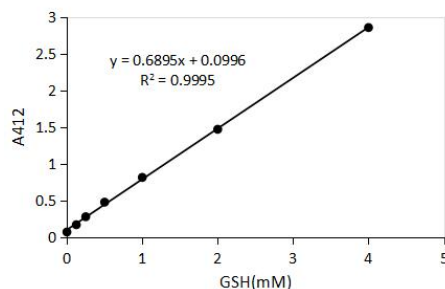

图 2. 蛋白质半胱氨酸检测试剂盒(DTNB 法)用于 GSH 标准曲线的检测效果图。
2. 标准曲线的设置：将 8mM 的 GSH Standard 用 Assay Buffer 倍比稀释为 0、0.125、0.25、0.5、1、2、4mM。GSH 标准曲线请参考图 2。也可自行设置适宜的 GSH 浓度进行标准曲线的设定。
4. 计算示例：初始样品的蛋白浓度 $C_{\text{Protein-1}}$ 为 1.6mg/mL，处理后样品蛋白浓度 $C_{\text{Protein-2}}$ 为 1mg/mL，未经稀释，室温孵育 15min。如果测出的 $A_{\text{Sample}}=0.5$ ， $A_{\text{Blank}}=0.126$ ，则 $\Delta A_{\text{Sample}}=0.374$ ，根据图 2 标准曲线公式： $y=0.6895x+0.0996$ ，计算出待测样品中的巯基浓度 $B=0.3980\text{mM}$ ，则